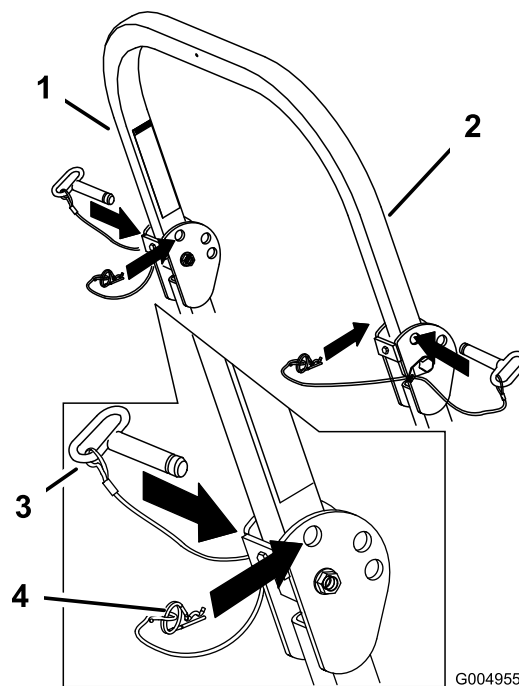

Рисунок 9
1. Извлеките шплинты и снимите два штифта (Рисунок 9).
- Вставьте 2 штифта и закрепите их шплинтами (Рисунок 9).
- Извлеките шплинты и снимите два штифта (Рисунок 9).
- Поднимите защитную дугу в вертикальное положение, вставьте два штифта и закрепите их шплинтами (Рисунок 9).